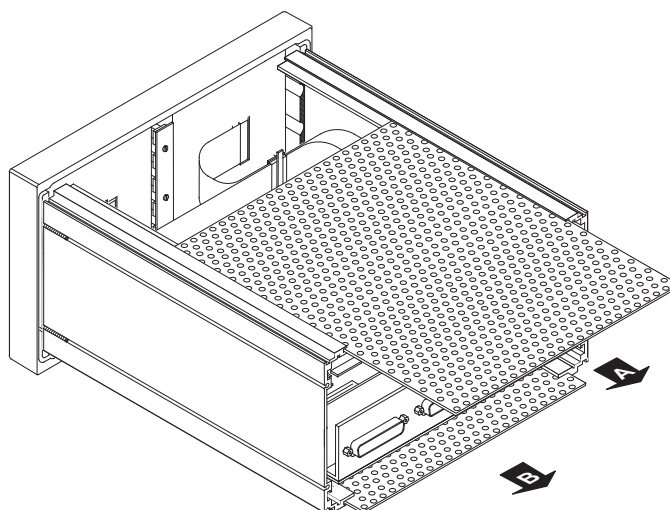

Bild D 8-2: Herausziehen der Lochbleche
5. Ziehen Sie vorsichtig die Lochbleche aus dem Rahmen (siehe Bild D 8-2).